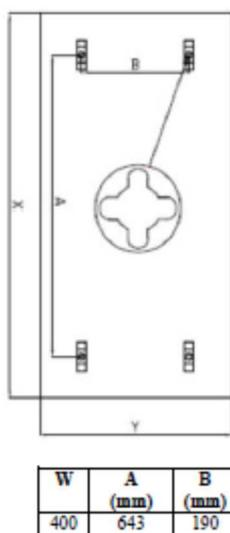

Fig. 5
- Marquer l'emplacement des fixations selon le tableau de la figure 5. Percer les trous, insérer les chevilles et visser, mais pas complètement, laisser dépasser 5 mm.